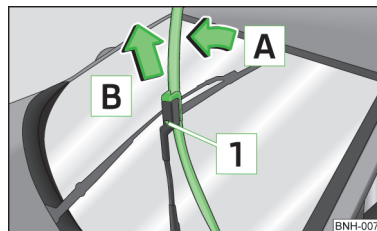

Fig. 29
- Levantar el brazo de la luna trasera del parabrisas e inclinar la escobilla ligeramente en la dirección del brazo del limpiacristales, flecha [A] » fig. 29.